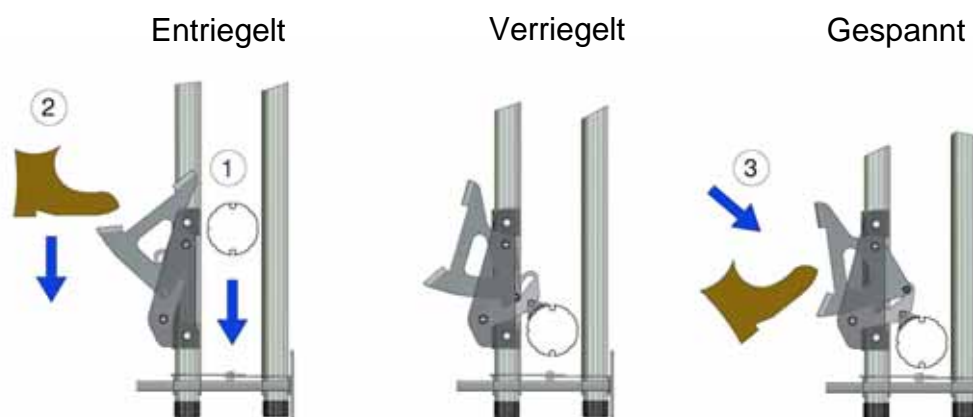

Abbildung 25: Verriegeln des Vorhangs
- 8.2 Im vollständig geschlossenen Zustand können die Sperrklinken manuell in der verriegelten Position eingerastet werden, damit das untere Rollrohr nicht angehoben werden kann. An windigen Tagen muss das untere Rollrohr nach unten gespannt werden, indem die Sperrklinke vollständig heruntergedrückt wird, siehe Abbildung 25.